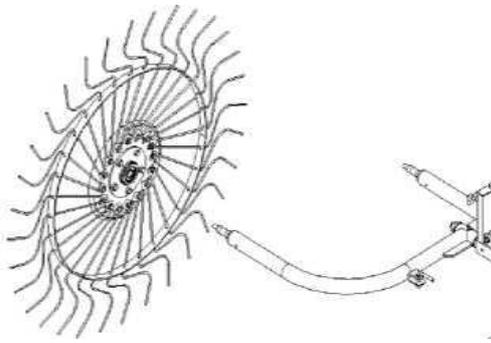

Рис.4. Установка колёс на ось.
- Установить колеса ворошилки на оси колёсной рамы как показано на **рис. 4**. Изгиб спиц должен располагаться в одну сторону.